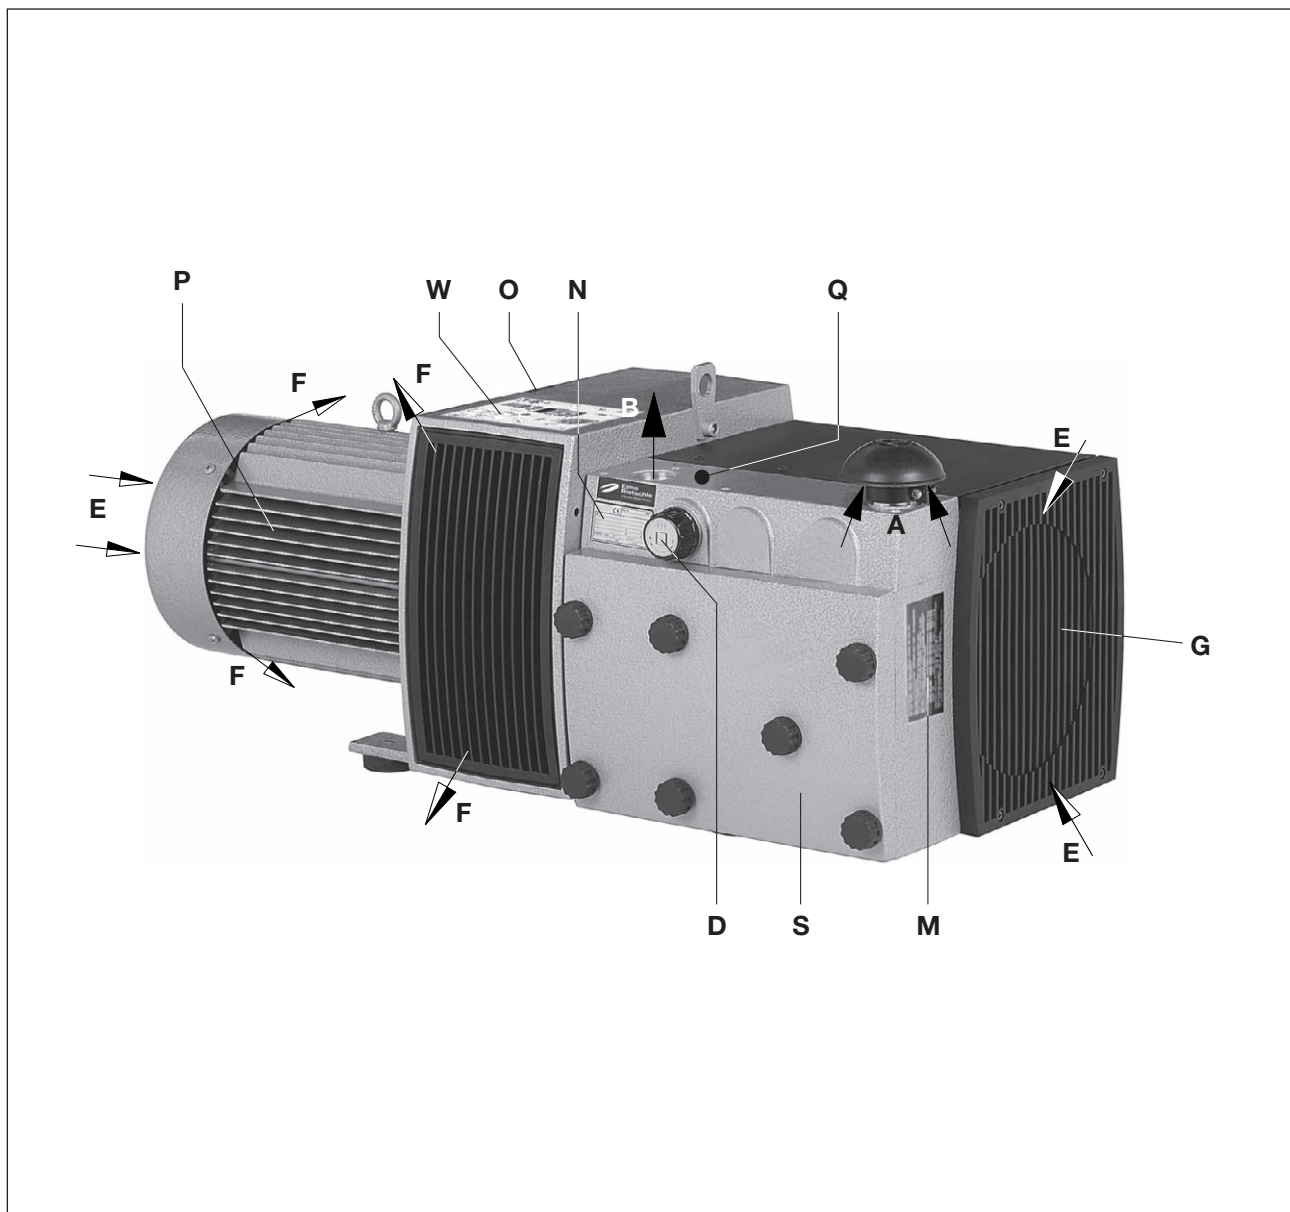

Fig. 2 Compresseur V-DTR 100 / V-DTR 140
La série V-DTR est dotée côté surpression d'un fileté de raccordement et côté aspiration d'un chapeau de protection. L'air aspiré est purifié grâce à un filtre à cartouche micronique intégré. La poussière de charbon engendrée par l'abrasion des palettes est également séparée via un filtre intégré. Un ventilateur logé entre le carter du compresseur et le moteur garantit un refroidissement intensif de l'air. Le carter du compresseur se trouve sous un capot silencieux. L'air comprimé est refroidi par une tubulure refroidissement. Un moteur bridé, courant triphasé, entraîne la machine par l'intermédiaire d'un accouplement. La valve de réglage (fig. 2/D) permet le réglage de la pression sur les valeurs (plafonnées) désirées.
Les compresseurs à palettes fonctionnant à sec des types V-DTR 100 à V-DTR 140 sont conçus pour produire une surpression allant de 0 à la valeur limite indiquée sur l'étiquette caractéristique (fig. 2/N) (bar). La marche continue est autorisée.
Le carter du filtre (fig. 2/S) doit rester facilement accessible.
Les entrées (fig. 2/E) et sorties (fig. 2/F) d'air de refroidissement doivent être espacées des parois avoisinantes d'au moins 30 cm. L'air de refroidissement refoulé ne doit pas être réaspiré. Pour faciliter la maintenance, il convient de prévoir un dégagement d'au moins 40 cm devant le carter du filtre (fig. 2/S) et la grille d'aspiration (fig. 2/G).
- a) Raccord de refoulement à (fig. 2/B).
Les plages de surpression se règlent au moyen de la valve de réglage de la pression (fig. 2/D) selon le symbole placé sur le bouton.
- a) Les données électriques du moteur sont indiquées sur la plaque signalétique de l'appareil (fig. 2/N) ou sur celle du moteur. Les moteurs sont conformes à la norme DIN EN 60034 et ils sont exécutés dans la classe de protection IP 55 et la classe d'isolation F. Le schéma de raccordement se trouve dans la boîte à bornes du moteur (ceci ne concerne pas les exécutions avec prise). Vérifier que les données électriques du moteur sont bien compatibles avec le réseau (type de courant, tension, fréquence, intensité admissible).
En fonctionnement normal, les températures de surface pour les éléments (fig. 2/Q) peuvent dépasser les 70°C.
- ▷ Le sens de rotation préconisé de l'arbre d'entraînement est indiqué par la flèche d'indication du sens de rotation (fig 2/O) située sur la bride du moteur.